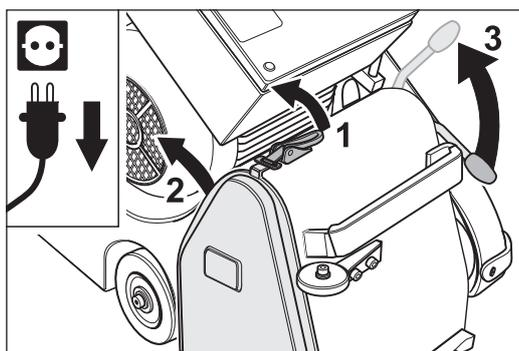

Fig. 7 Desenclave el cierre de la tapa, retire la chapa protectora y baje el rodillo tensor subiendo para ello la palanca de mando.
- 7 Desbloquee el cierre de la tapa y desmonte la chapa protectora del lado derecho de la carcasa de la máquina (Fig. 7).
- 8 Para colocar la cinta de lijado, tire hacia arriba de la palanca opuesta, con lo cual descenderá el rodillo tensor (Fig. 7).